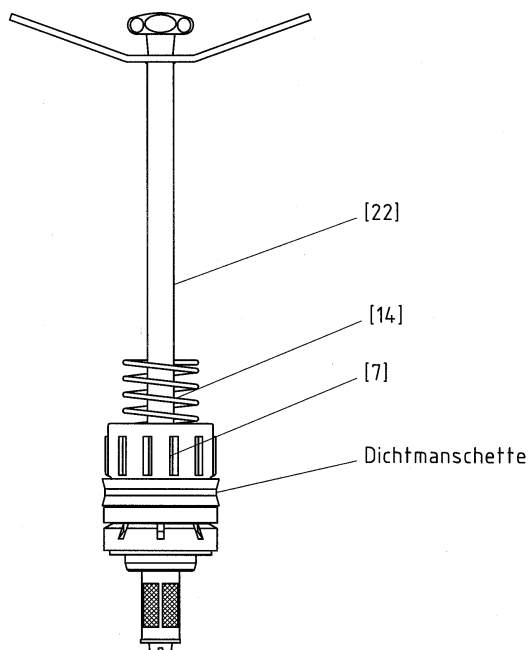

Bild 3
- ☆ Ventilkolben auf Ventilheber schrauben, Feder [14] nicht vergessen (siehe Bild 3)